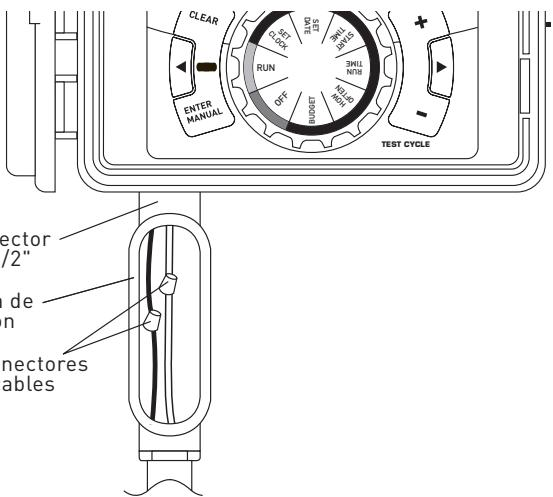

Figura 5: Uso de la caja de unión
**Exteriores** – Si se cuenta con un tomacorriente de interruptor de falla de puesta a tierra (GFI, por sus siglas en inglés), inserte el cable de alimentación en el tomacorriente de 110 voltios. Si no hay un tomacorriente, el controlador debe permanecer siempre con el cableado instalado (\*consulte la figura 5)